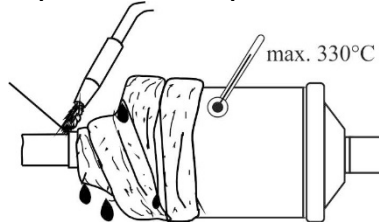

Fig.1
**1. Conexión soldar: (Fig.1)**